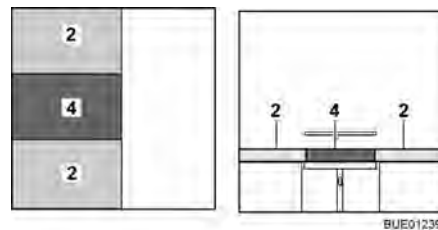

Fig. 87 Après la transformation
- Placer le coussin supplémentaire (Fig. 87,4) entre les coussins d'assise (Fig. 87,2).